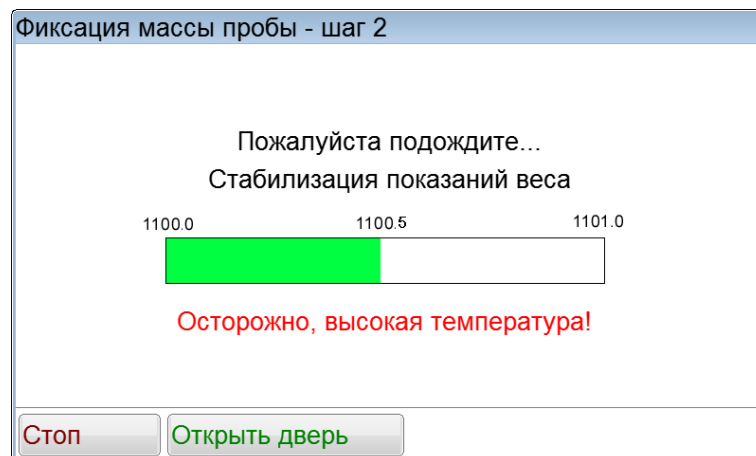

Рисунок 13 – Стабилизация показаний веса (значения указаны произвольно)
4.5.12 Появится окно **«Фиксация массы пробы – шаг 2»** (см. рисунок 13). В этот момент происходит стабилизация показаний массы формы с пробой в камере печи.